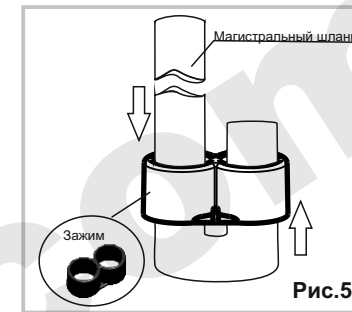

Рис.5
На свободный конец магистрального шланга установите зажим (6), согласно схеме (Рис.5)